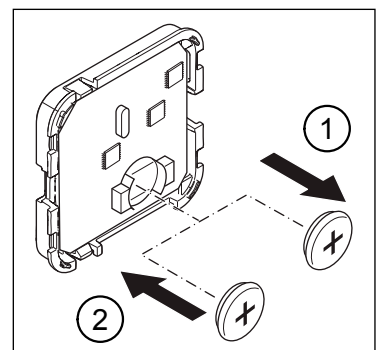

Abb. 5: Batterie wechseln
- ▶ Entfernen Sie die leere Batterie (Pos. 1 in Abb. 5) aus der Elektroneinheit.
- ▶ Setzen Sie die neue Batterie (Pos. 2 in Abb. 5) in die Elektroneinheit ein. Die Status-LED (Pos. 5 in Abb. 1) am Funktaster blinkt 1 Mal orange.